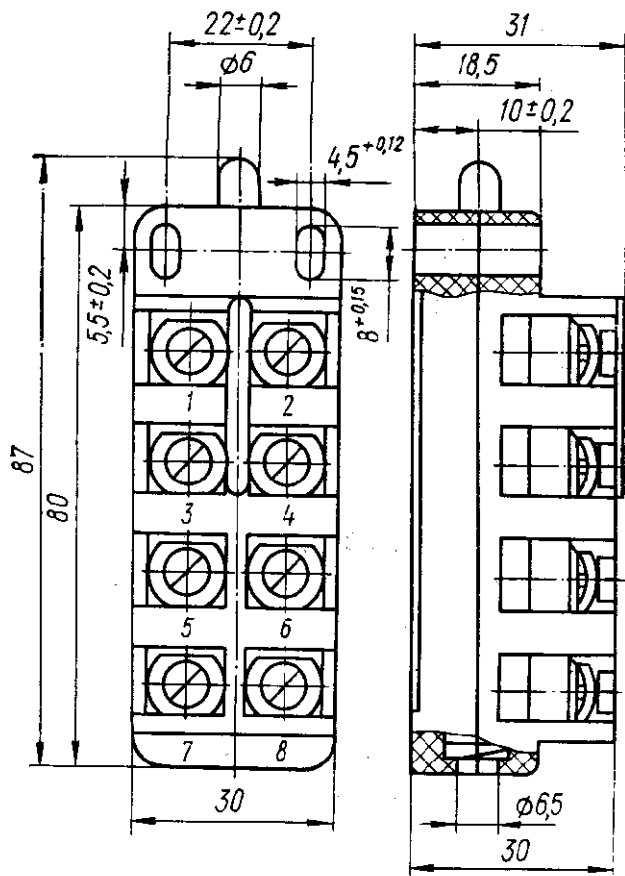

Рис. 1. Выключатель
3.1. Габаритно-установочные и присоединительные размеры приведены на рис. 1—7. При нажатии на подвижной элемент привода траверса, несущая подвижные контакты мостикового типа перемещается, в результате чего происходит переключение контактов. Возврат системы в исходное положение после снятия усилия с подвижного элемента привода осуществляется пружиной.
На торцевой поверхности выключателя (рис. 1) есть отверстие для прохода толкателя, позволяющее производить последовательную установку выключателей в наборы до четырех штук.
5.1. Устанавливайте выключатели ВП19-21ХХ11-00Х3.ХХ (рис. 1) только в местах, полностью защищенных от попадания пыли, воды, масла и т. д., а также защищенных от случайного прикосновения к токоведущим частям.